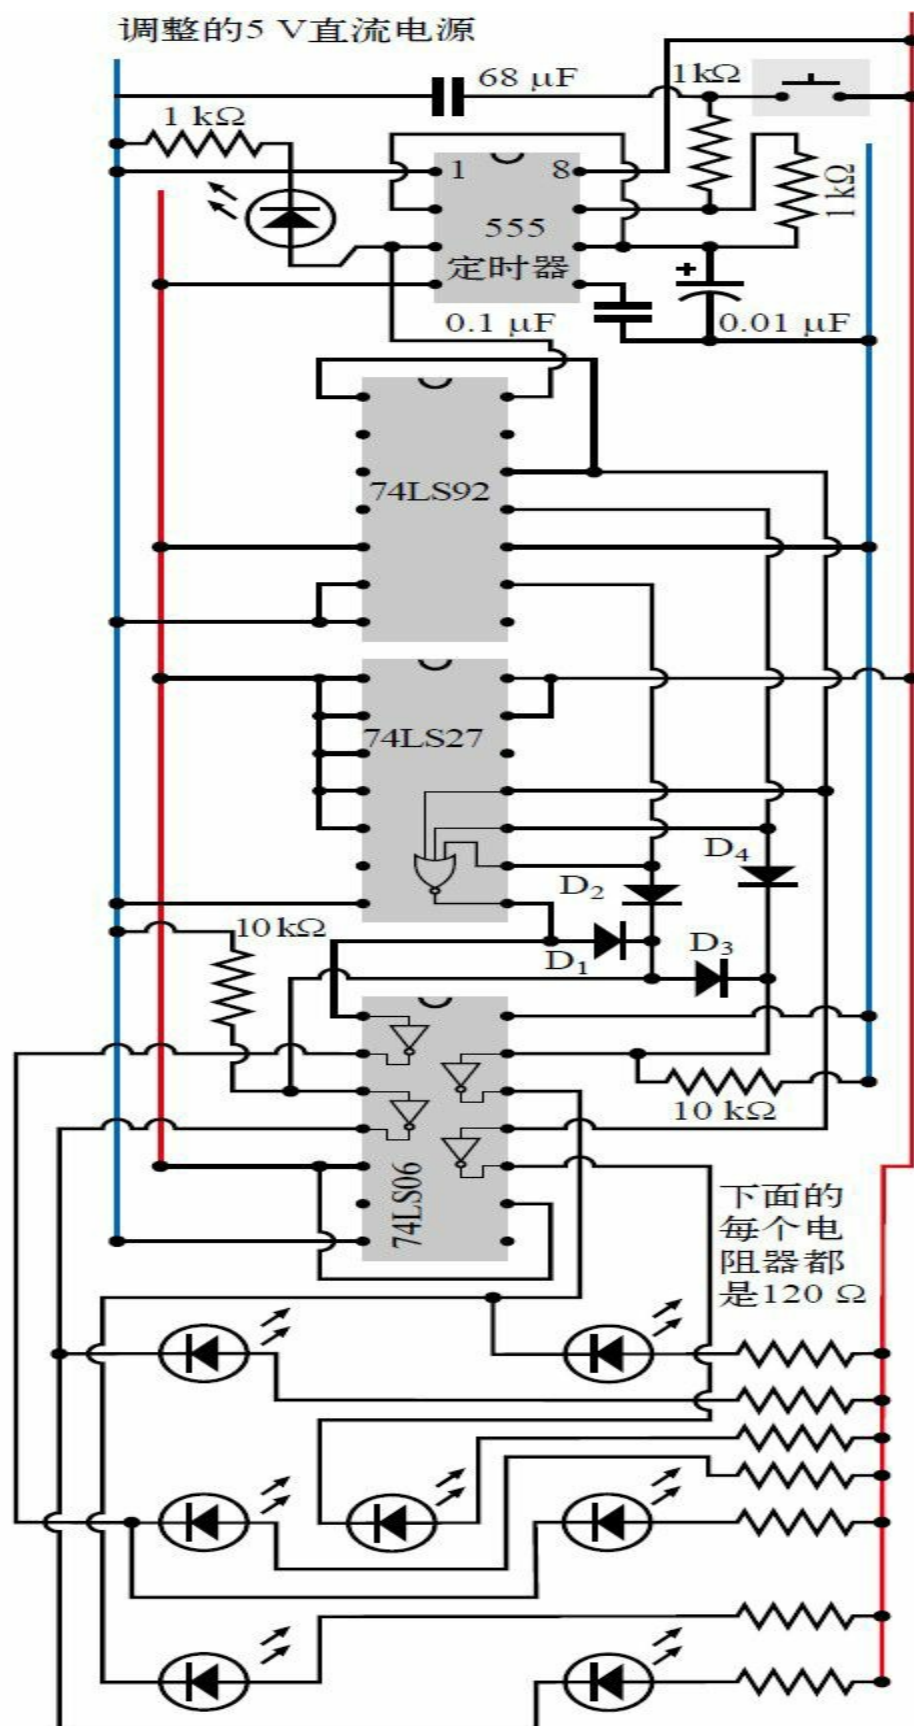
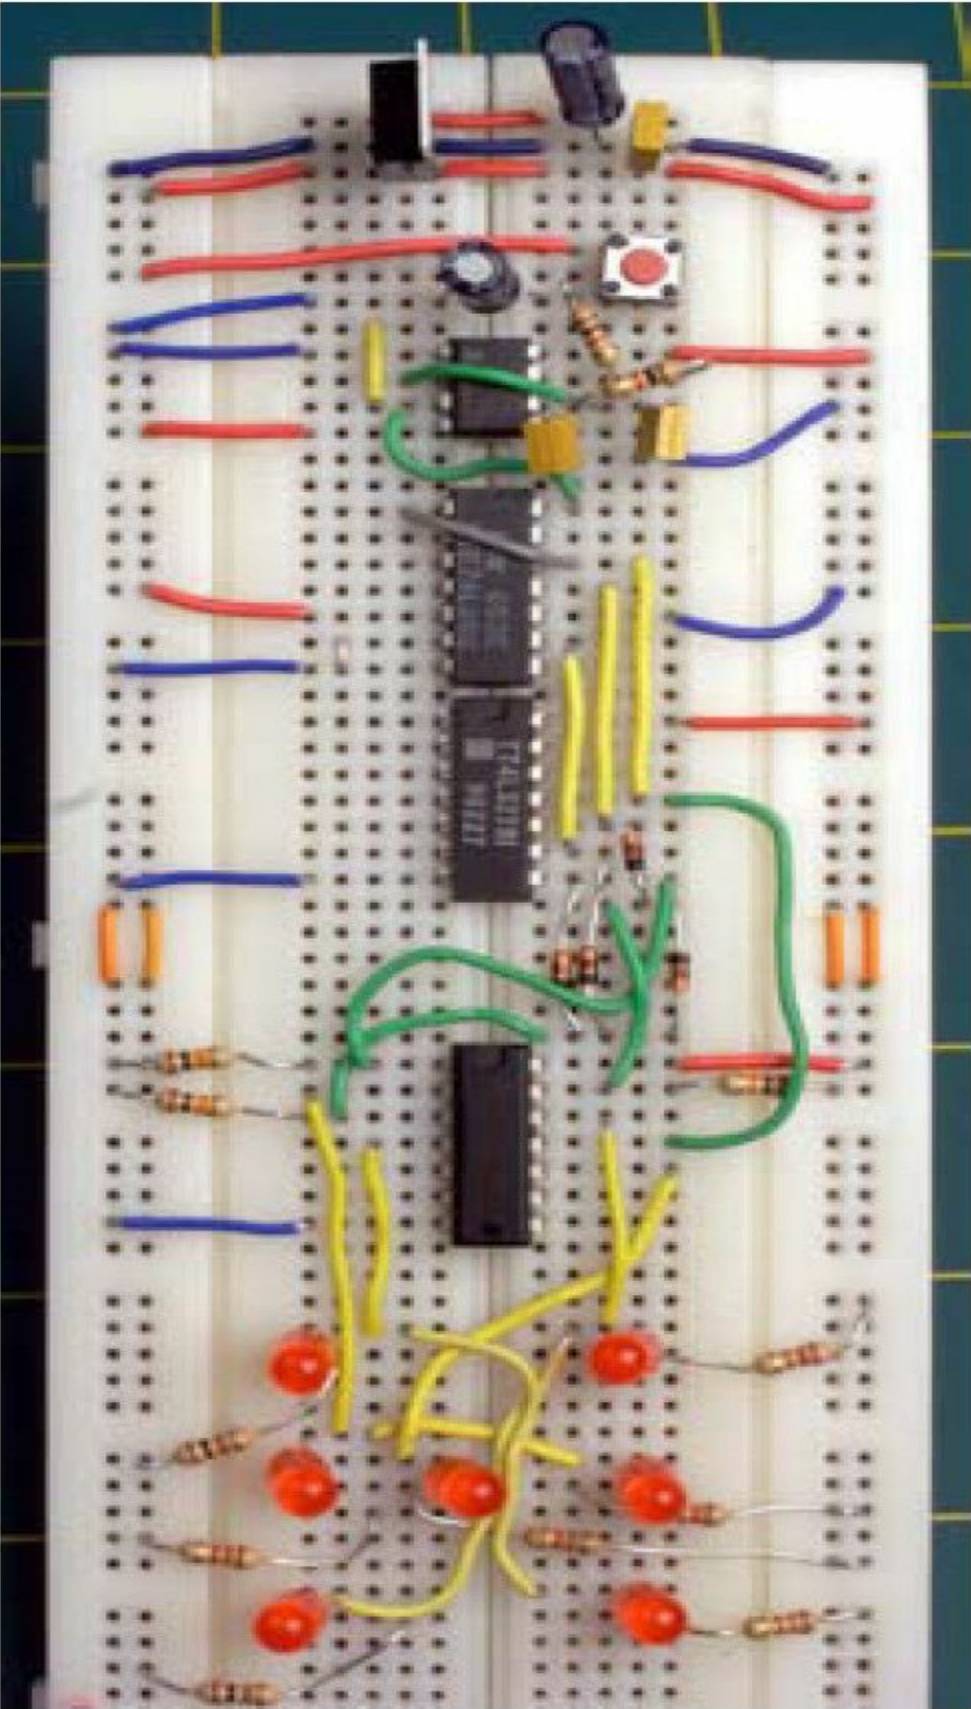

图4-111 如果在骰子电路中添加开路集电极的反相器，它就可以以高达 40 mA 的电流来驱动全尺寸的LED，但前提是必须将LED 调个头，让 TTL 的输出级来吸收电流，而不是让其来发出电流
图4-112 面包板上搭建的电路，它利用开路集电极的反相器来驱动大个头的LED①
所以本实验项目的下一个也是最后一个电路原理图（图4-111）中包含了74LS06 反相器，这些反相器也添加到了在面包板上搭建的电路里，如图4-112 所示。我建议你将这些小的低电流LED 放在一边，代之以一些标准尺寸的LED。使用今台电子公司型号为WP15031D 的5 mm“标准”LED时，我发现在串联120  $\Omega$  的电阻器时每个LED 的压降大约为2 V，通过的电流几乎刚好为20 mA。由于74LS06 反相器的每个输出引脚每次接通的LED 不超过两个，因此正好在其额定范围之内。我建议你搭建这个电路时，要检查你自己选定的LED 的电流消耗，如果有必要的话，要调整电阻器。
① 图4-111 和图4-112 之间有少许差异。a.面包板照片上，74LS06 的引脚1和电源负端之间接有一个10 k $\Omega$  的电阻器，它用于防止反相器的输入“浮位”，我们希望有它，但没有也应该可以得到结果；b.在电路原理图中，有些未用的引脚与电源正端之间有连线，而在面包板实现中没有，这对结果不会有大的影响。——译者注